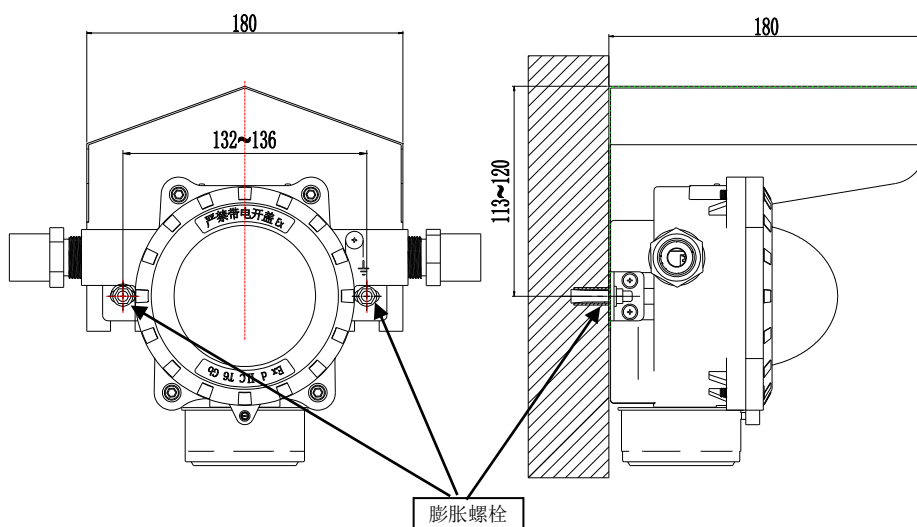

图 3 安装示意图
3. 防雨罩（代码：30210109 LZ1003 防雨罩）安装方式，参见示意图 3，使用两个 M6×60 的膨胀螺栓直接固定在墙壁与警报器之间，并确认固定牢固。